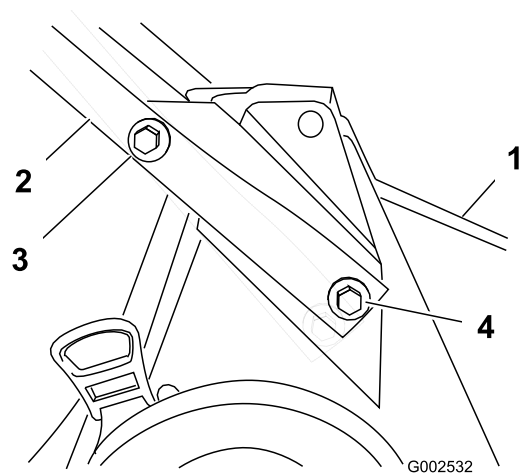

Figura 3
1. Montate la sezione inferiore della stegola sulla scocca del tosaerba con due bulloni (5/16 x 7/8"), 2 bulloni (5/16 x 1-1/2 pollici), 4 rondelle e 4 dadi di bloccaggio (Figura 3).